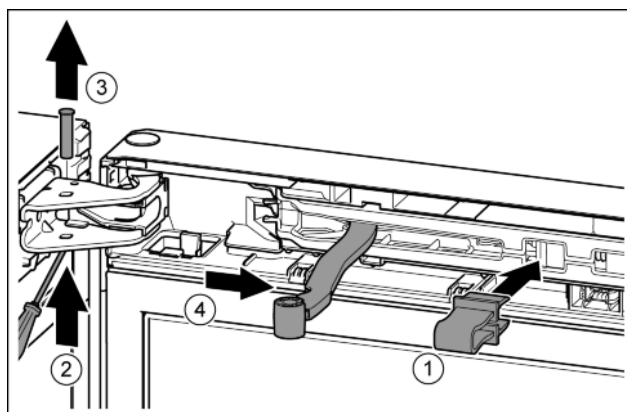

Fig. 10
- Зафиксировать предохранитель в отверстии. Fig. 10 (1)
- Выкрутить палец при помощи отвертки. Fig. 10 (2)
- Извлечь палец движением вверх. Fig. 10 (3)
- Повернуть шарнир в направлении двери. Fig. 10 (4)